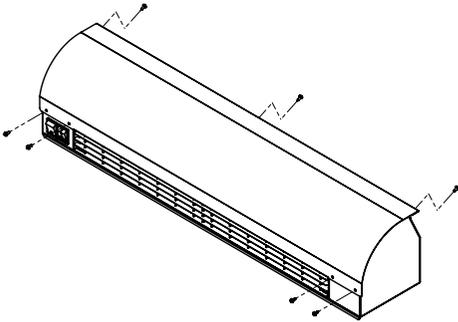

Рисунок 4.
- Выкрутить саморезы с крышки (см. рисунок 4).